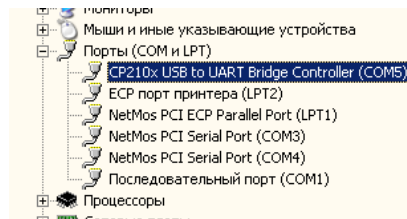

Рис.7. Определение порта.
- **В режиме контроллера** для управления от ПК необходимо постоянное соединение с портом. Для автономной работы необходимо записать исполнительную программу в память блока через RS-232, затем возможна работа без подключения к компьютеру. Для использования блока в режиме контроллера необходим драйвер виртуального COM-порта. При подключении блока к ПК на компьютере появляется дополнительный COM-порт (CP2102 USB to UART Bridge Controller), его наличие и номер можно посмотреть в диспетчере устройств Windows (Панель управления > система > оборудование > диспетчер устройств) – рис.7. Если дополнительный COM-порт автоматически не появляется, необходимо установить на управляющий компьютер драйвер виртуального COM-порта. Для этого нужно переписать на ПК входящий в комплект поставки блока архив CP210x_VCP_Win2K_XP_S2K3.zip, извлечь и запустить одноименный файл установки драйвера.